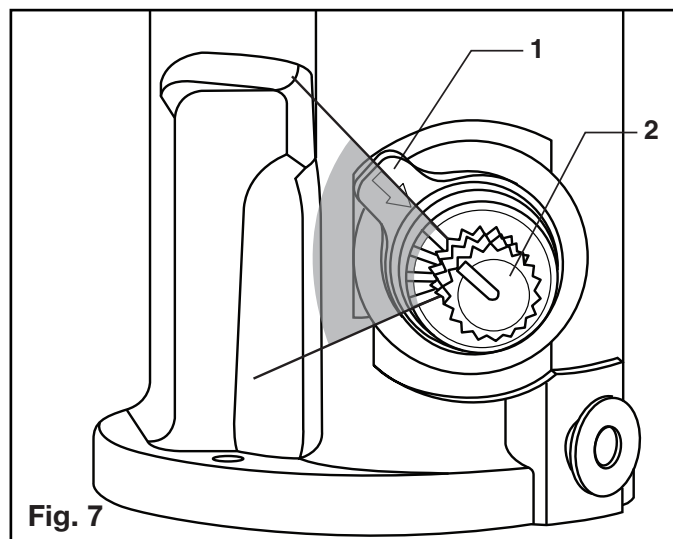

Fig. 7
1. Retirez la VIS DU COUVERCLE (1).
2. Retirez le COUVERCLE (15).
3. Déconnectez le CONNECTEUR D'ALIMENTATION NOIR (7) et reconnectez-le. Fig. 7.
4. Pendant que la DEL DE LA COMMANDE DU CAPTEUR (9) clignote lentement, placez votre main devant le capteur à une distance de 1 à 2 po (25,4 à 50,8 mm) de celui-ci.
6. Lorsque la DEL DE LA COMMANDE DU CAPTEUR (9) recommence à clignoter, enlevez votre main de la zone de détection. Lorsque le clignotement s'arrête, la distance de détection est réglée.
7. Réassemblez le COUVERCLE (15) et fixez-le avec la VIS DU COUVERCLE (1).
D RÉGLAGE DU LIMITEUR D'EAU CHAUDE – Fig. 7, 9